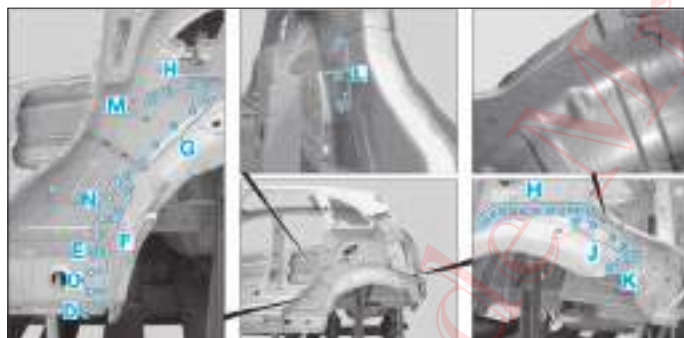

FIG. 108
- Fraiser les points de soudure sur la doublure de bas de caisse dans les zones (B) et (B₁).
- Fraiser les points de soudure sur la doublure de bas de caisse dans la zone (C).
- Relever la bride (1) (Fig.108).